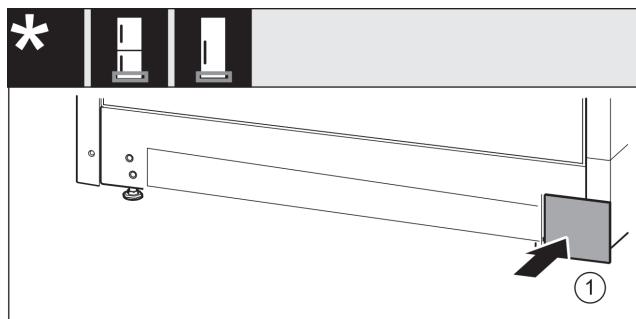

Fig. 22
- ▶ Kryt Fig. 22 (1) opět nasaděte na druhé straně.